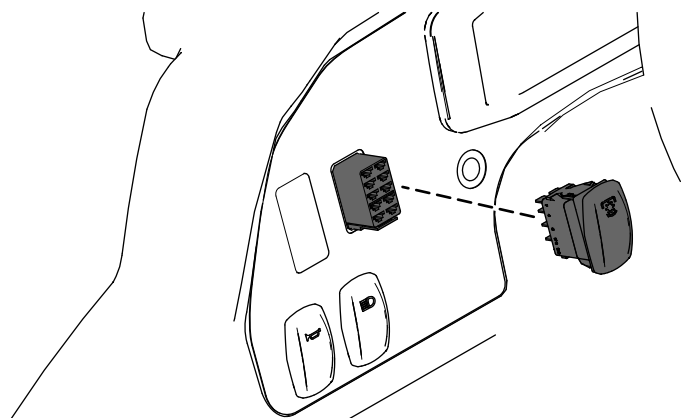

Figura 20
2. Individuate il cablaggio preassemblato etichettato IDRAULICO A FLUSSO ELEVATO con il connettore loop-back, e collegate l'interruttore al connettore (Figura 20).